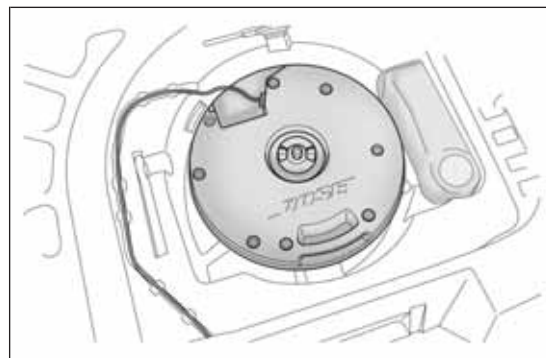

fig. 126
- ❑ coger el "Kit Fix&Go Automatic" situado en el lado izquierdo del maletero (fig. 126);